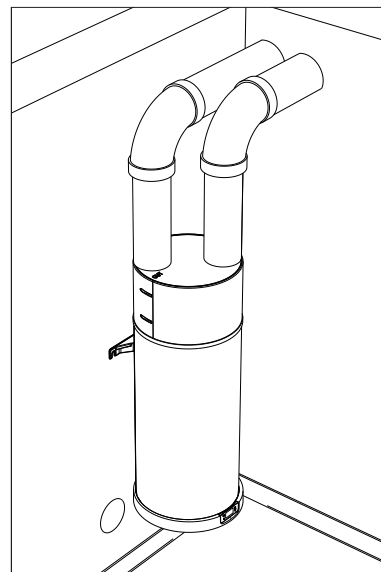

fig. 33
- ENTRADA y SALIDA canalizadas (“fig. 33” y “fig. 34”)